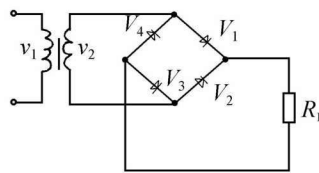

图 1-1-11
2. 在图 1-1-11 所示的单相桥式整流电路中, 试分析产生下列故障时的后果: (1) V_1 正负极接反; (2) V_2 的 PN 结被击穿; (3) 负载 R_L 被短路; (4) 任意一只二极管开路或脱焊。